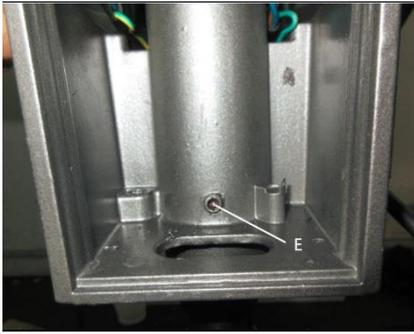
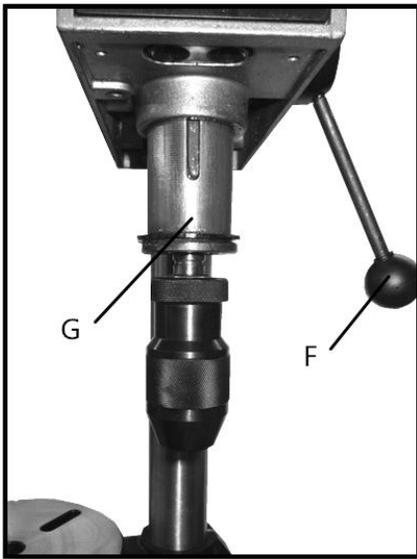

Fig 14
Fig 15
(iv) Desserrer la vis de blocage (E, Fig 14) jusqu'à ce qu'elle sorte de la clavette de la broche (G, Fig 15).
- (v) Descendre la broche en faisant pivoter la poignée (F, Fig 15) jusqu'à ce que la broche (G, Fig 15) soit dégagée du pignon. Continuer ensuite à pivoter la poignée vers le bas pour augmenter la force de rappel, et vers le haut pour la diminuer.
- (vi) Maintenir la poignée (F, Fig 15) une fois le réglage de la force de rappel effectué, puis remettre la broche (G, Fig 15) en position, et effectuer inversement les étapes de (iv) à (i) pour revenir aux réglages d'origine. Le parallélisme de la broche et de la poulie moteur doit être inférieur à 1mm.